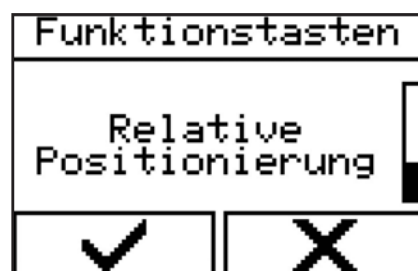

Abbildung 45 - Menü auswählen
1. Menü über „Handschalter“ → „Premiumfunktionen“ → „Einstellungen der Funktionstasten“ → „Relative Positionierung“ (Abbildung 45) auswählen.